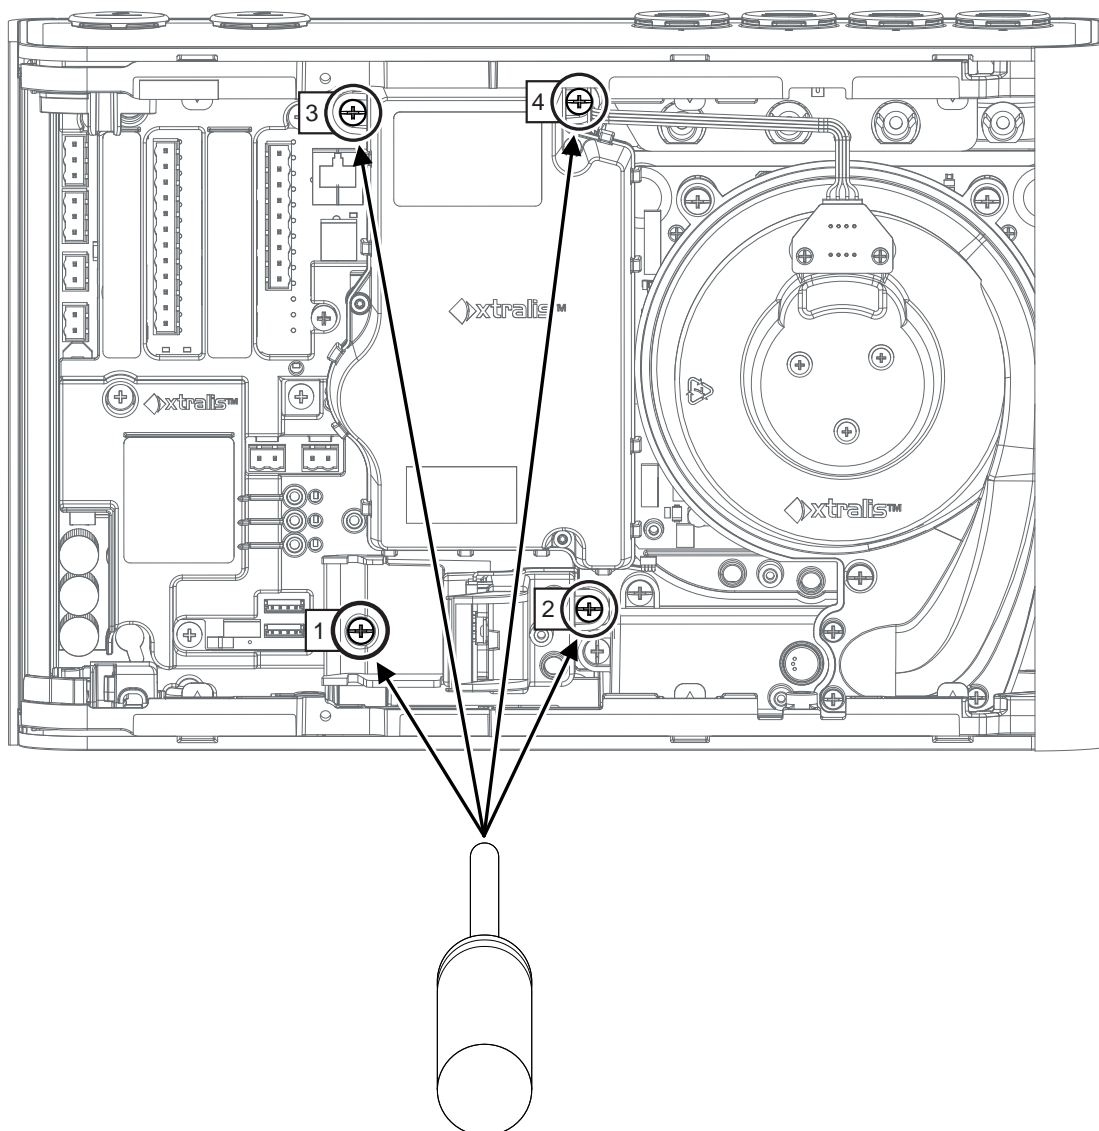

Рис. 7-13: Удалите винты, удерживающие камеру
3. Удалите четыре винта, фиксирующие камеру на основании извещателя (Рис. 7-13).
4. Затяните четыре винта, фиксирующие камеру на основании извещателя (Рис. 7-13).